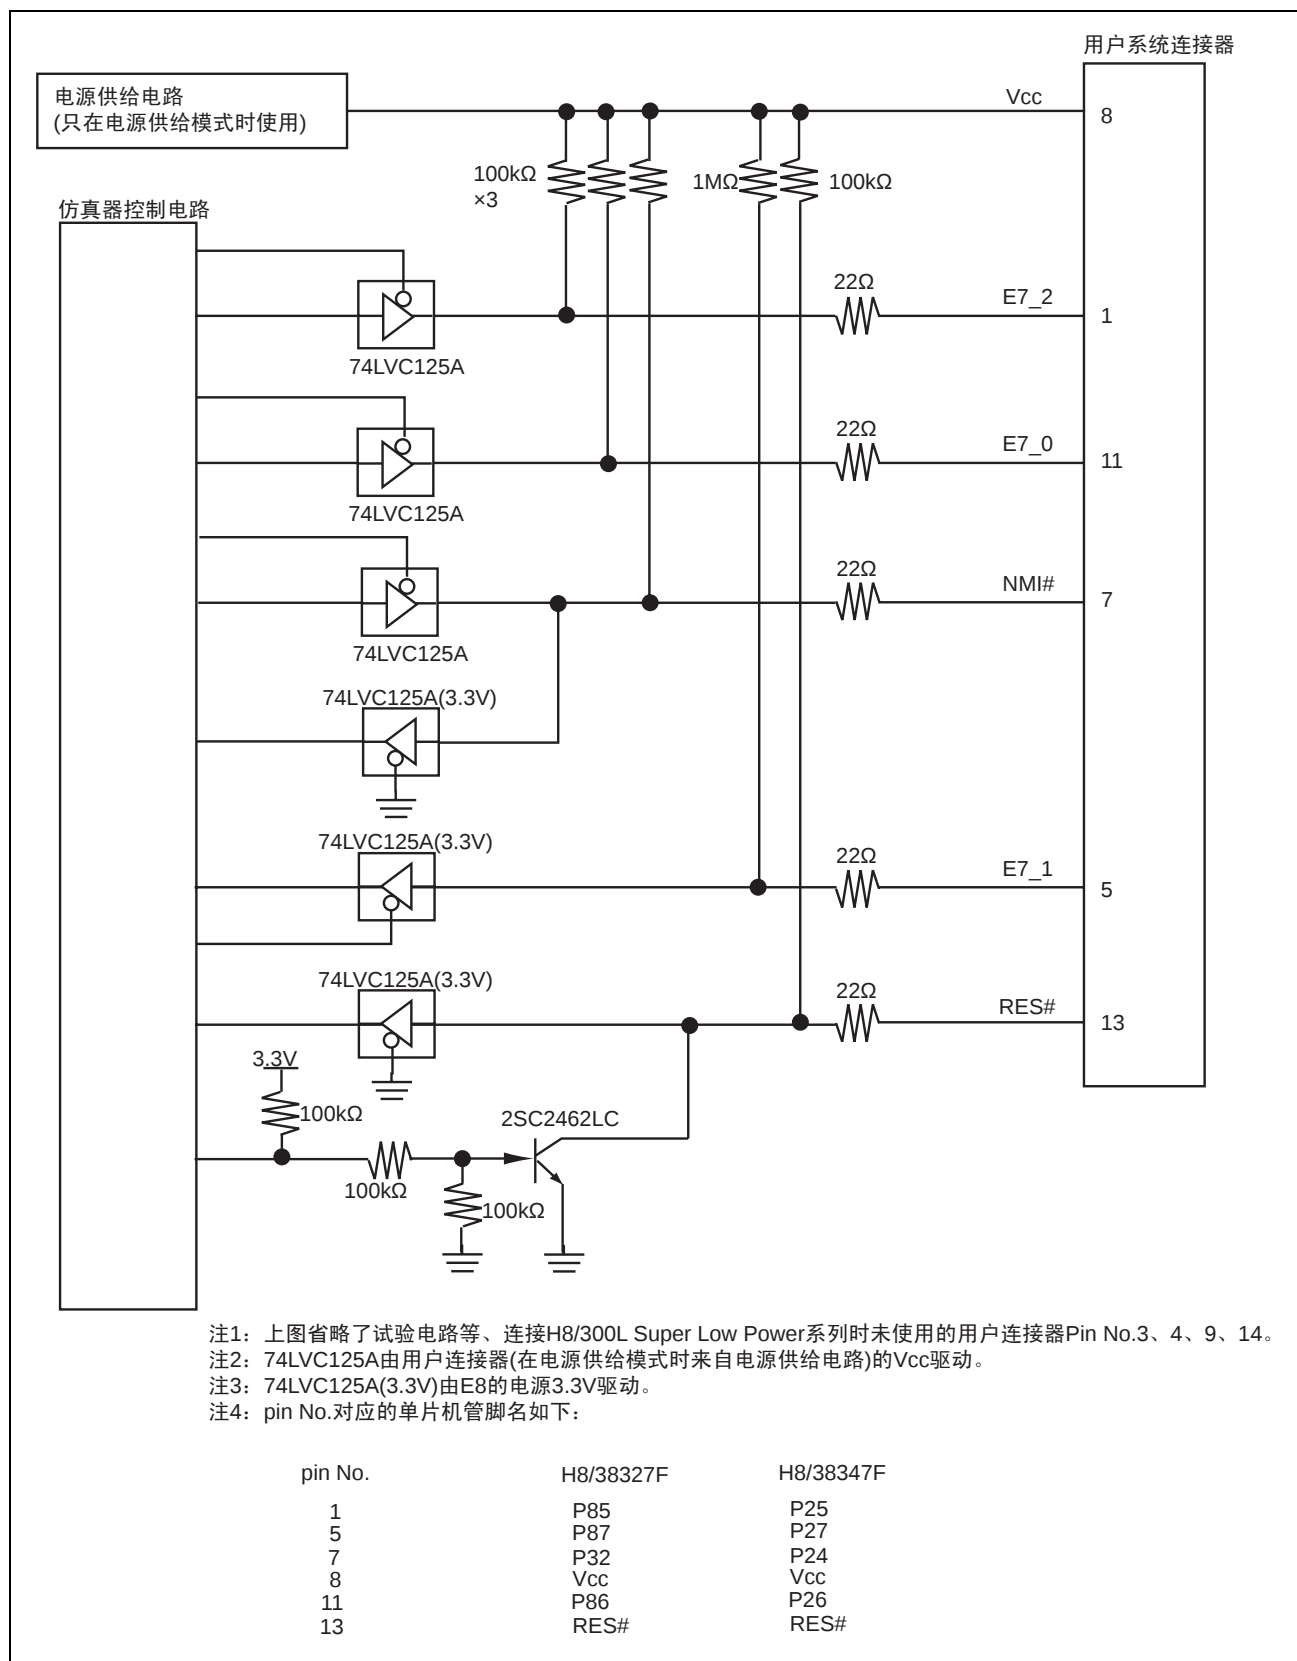

图 3.8 仿真器内的接口电路（参考）
6. 仿真器内的接口电路如图3.8所示。在决定上拉电阻值等时，请参考。